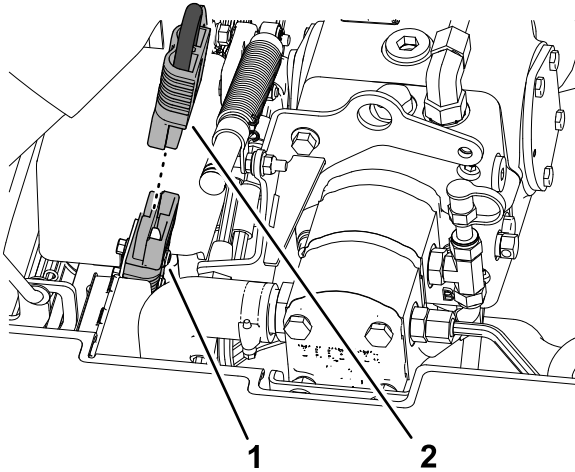

**Figura 4**
1. Desenganche la base del asiento, incline el asiento y la base para abrirlos, y coloque las varillas de sujeción (Figura 4).